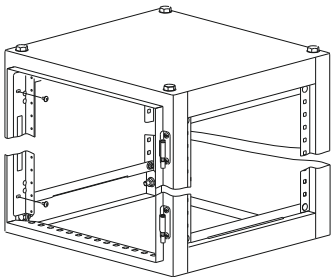

Рисунок 25
17.1 Приложите уголок вертикальный Рамы под панели ЛГ/ЛМА к стойке передней рамы и закрепите винтами М4х8 в четырёх местах (рисунок 25).